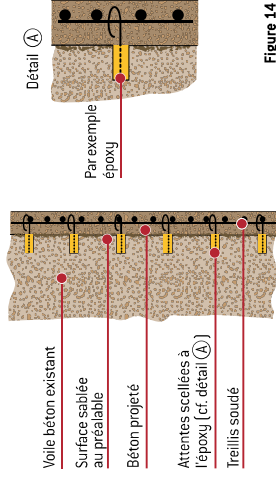

Figure 14
- Renforcement par chemisage d'un mur existant à l'aide de treillis soudé et béton projeté, ou bien par application de tissus en fibres de carbone qui se raccordent au travers des planchers par l'intermédiaire de mèches de liaison. La liaison avec les fondations se fait avec des mèches d'ancrage (fig. 14).